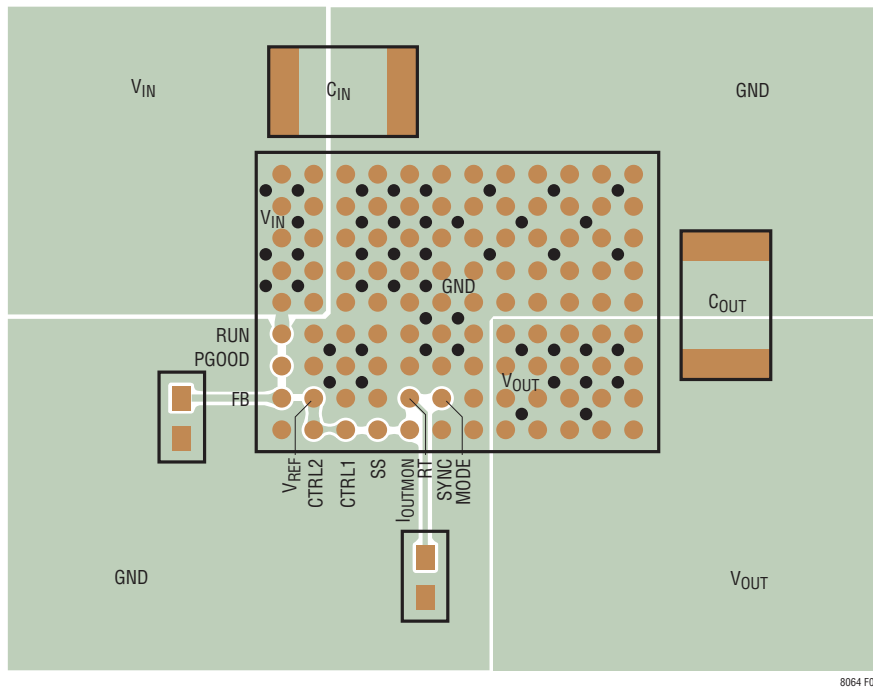

図5. 推奨の外付け部品、GNDプレーンおよびサーマル・ビアを示すレイアウト
プリント回路基板のレイアウトに関連した困難な問題のほとんどは、LTM8064 による高度の集積化によって軽減されるか、解消されました。とはいえ、LTM8064 はスイッチング電源なので、EMI を最小限に抑えて正しい動作を保証するには注意を払う必要があります。高度に集積化されていても、レイアウトが無計画だったり不適切だったりすると、規定された動作を実現できないことがあります。推奨レイアウトについては図 5 を参照してください。接地とヒート・シンクに問題がないことを確認してください。
6. ビアを使って、GND 銅領域をボードの内部グラウンド・プレーンに接続します。これらの GND ビアを多数分散配置して、プリント回路基板の内部プレーンへの十分なグラウンド接続と熱経路の両方を与えます。図 5 のサーマル・ビアの位置と密度に注意してください。図の位置に置かれた内部 GND プレーンへのビアが LTM8064 の放熱に有利であるのは、デバイス内部の電力を処理する部分がこの場所の近くに配置されているためです。サーマル・ビアの最適個数はプリント回路基板の設計に依存します。たとえば、ある基板では非常に小さなビア孔を使うことがあります。この場合、大きな孔を使う基板に比べて多くのサーマルビアを採用します。